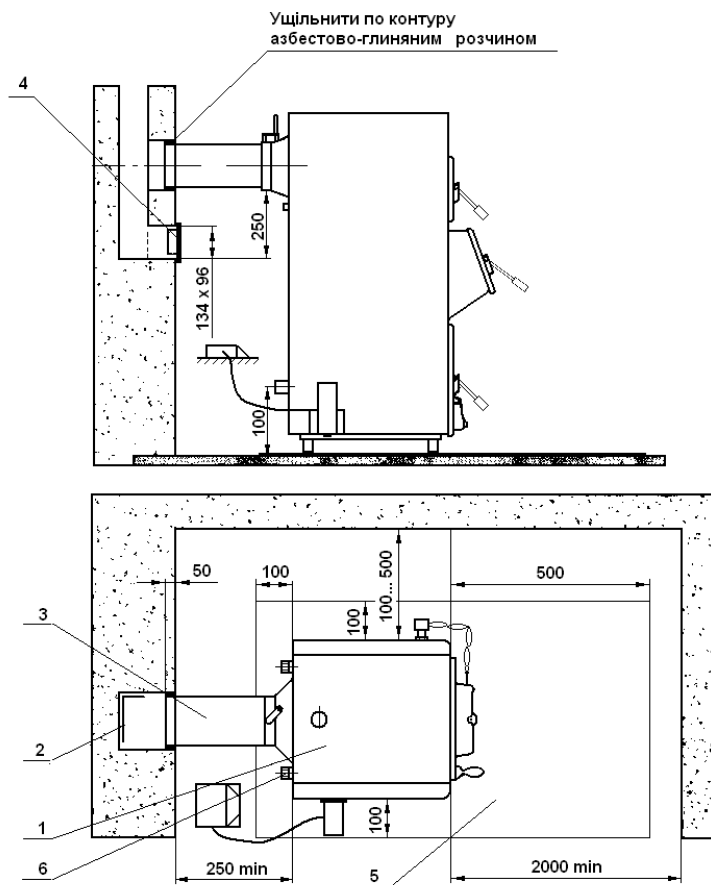

Рис. 2 Рекомендована схема установки аппарата і приєднання до димової труби.
- рекомендовані розміри установки апарата згідно рис. 2.
2.2.2.1.5 Перед встановленням апарата на підлогу покласти металевий лист згідно рис. 2.